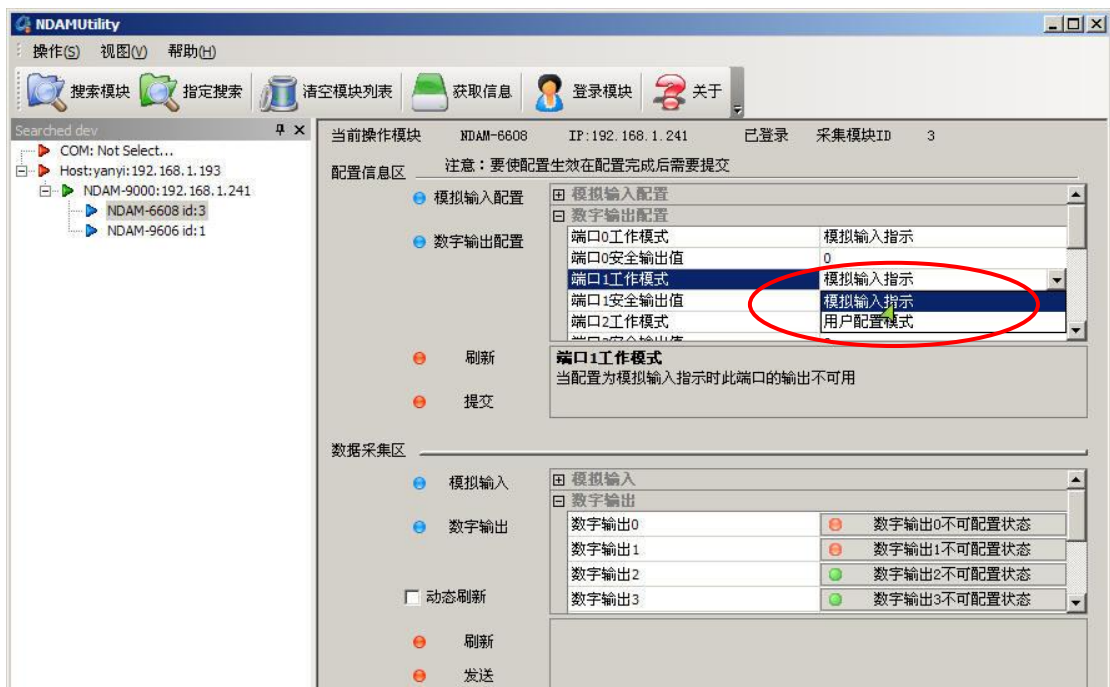

图 4.7 数字量输出配置操作
- 6) NDAM-6608 模块具有 6 路开关量输出, 可以通过测试软件独立配置输出工作模式。在数字输出配置区, 将端口的工作模式选择为用户控制模式或输入状态指示模式, 端口的安全输出值选择为 0 或 1, 点击提交, 即可完成数字量输出配置, 如图 4.7 所示。